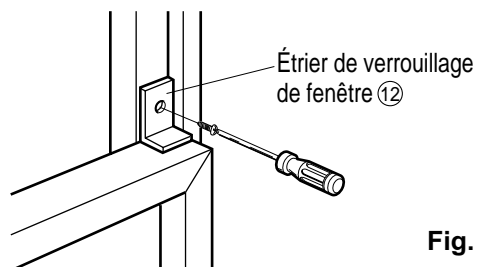

Fig. 9
12. Fixez l'étrier de verrouillage de fenêtre ⑫ à l'aide d'une vis de type C ⑦. (Voyez la fig. 9)